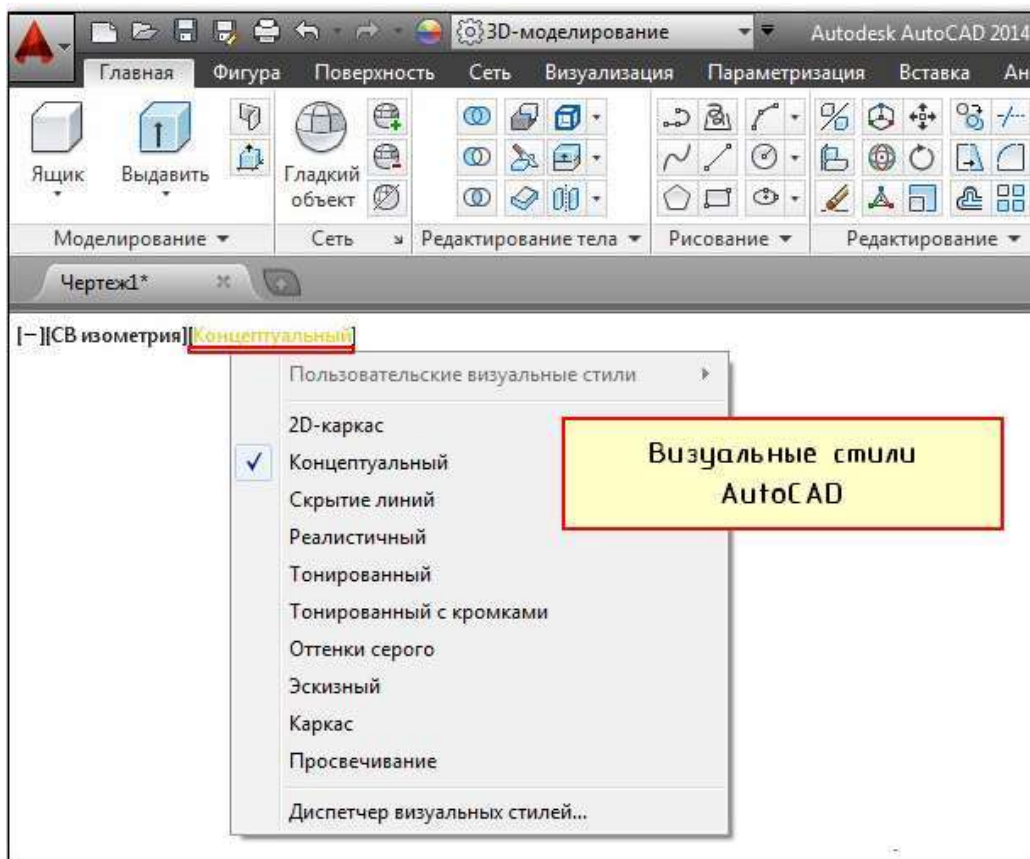

Рисунок 100- Визуальные стили AutoCAD
*Трехмерное моделирование в AutoCAD сложных объектов не может быть корректным, если не переключатся между визуальными стилями.* Сделать это можно разными способами, но самый быстрый – это переключатся между ними в левом верхнем углу рабочего пространства (рис.). В квадратных скобках сначала идет [Управление видами], а следующее слово отвечает за [Управление визуальными стилями], например [СВ изометрия] [Концептуальный], как показано на рис.100